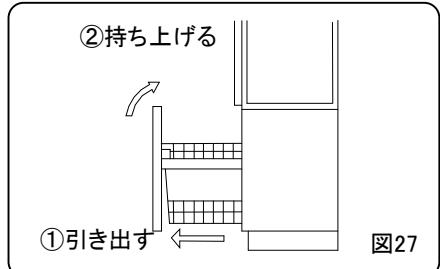

図27
- ①スライドバスケットを扉ごと取りはずしてください。(図27)